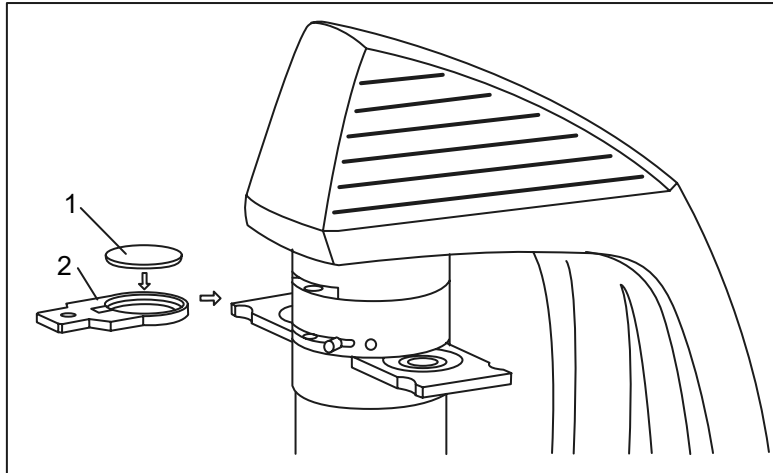

Figura 11.
3. Uso del filtro (Figura 11).
a) Retire el porta-filtros (2).
b) Inserte el filtro (1) en el porta-filtros (2) y tire del porta-filtros hasta que encaje en su sitio.